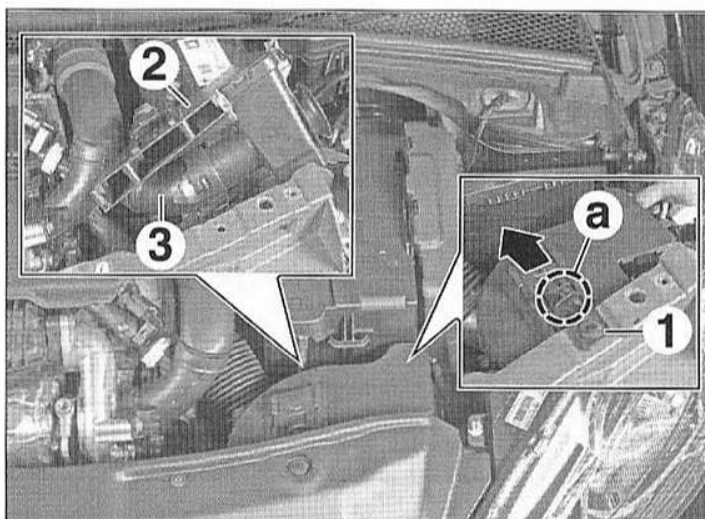

FIG.91
- Déposer l'agrafe (1) (Fig.91).
- Dégager le résonateur d'air (2) avec le conduit d'air (3).